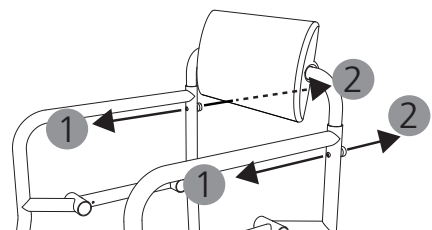

Abb. 25
2. Die Rändelmuttern auf der Rückseite der Rückenlehne lösen und die Schrauben herausziehen (1, 2, Abb. 25). Bewahren Sie die Verschraubung sicher auf, bis Sie das Produkt wieder aufbauen möchten.